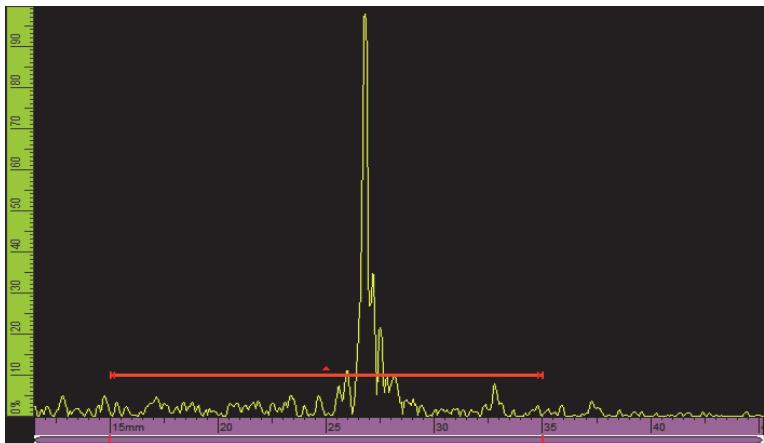

Figura 1 Referência visual na porta
- Para definir a porta específica como porta atual, clique na porta selecionada. Clique na extremidade esquerda da porta para abrir o parâmetro **Gate Start** no botão *pop-up* no modo de edição. Clique no meio da porta para abrir o parâmetro **Gate Threshold** no botão *pop-up* do modo de edição. Clique na extremidade direita da porta para abrir o parâmetro **Gate Width** no botão *pop-up* no modo de edição. Quando a porta é muito pequena pode ser impossível clicar na zona específica. A referência visual indica quais seções da porta estão disponíveis (veja Figura 1 na página 3).